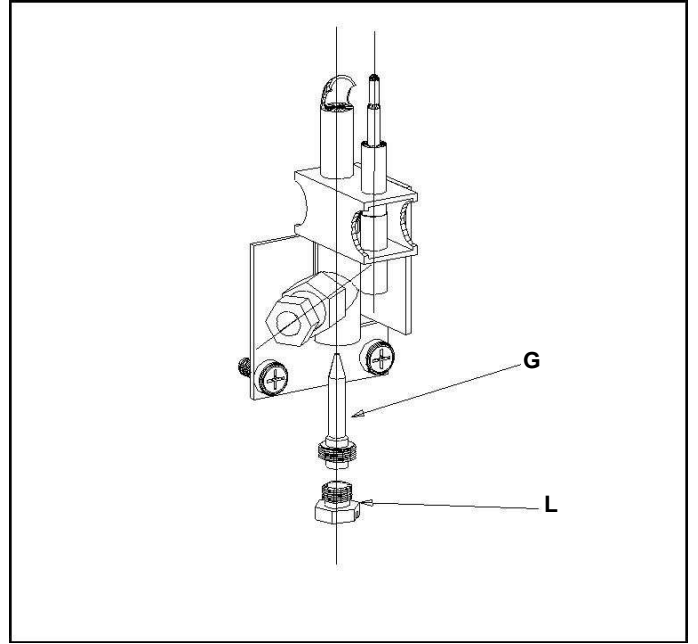

Рис. 4
4.3 РЕГУЛИРОВКА ЗАЖИГАТЕЛЬНОЙ ГОРЕЛКИ (РИС.4)